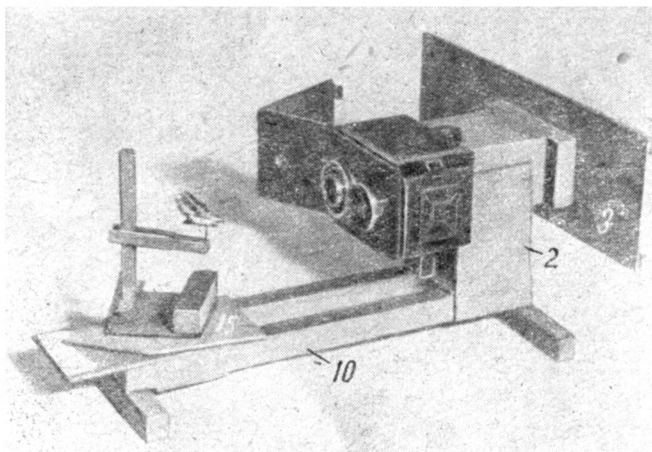

Рис. 26. Прибор для стереоскопической макрофотографии (вид сбоку).
Главная часть прибора (рис. 26, 27, 28) — фотоаппарат «Любитель». Он помещается на полочке (1), выступающей вперед с нижней стороны корпуса (2) прибора. Со стороны, противоположной аппарату, к корпусу укреплена панель (3) с пазами (4), в которых перемещается кассета (5). В кассету закладывается (в темноте) негативная пленка $4,5 \times 12$ см (пленка 9×12 см, разрезанная вдоль пополам). Два отверстия в кассете позволяют сделать на одной пленке два снимка размером 40×45 мм. Если ведется стереоскопическая макрофотосъемка, то на негативе получаются два снимка стереопары. Остается только отпечатать на бумаге такой снимок, и стереофотография будет готова.